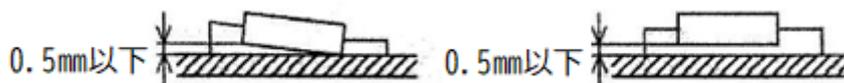

図3 抵抗の浮き上がり限界
- ① 抵抗は、プリント基板にほぼ密着させて取り付けること。なお、浮き上がり限界は図3に示すとおりとする。